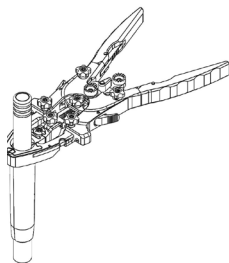

Figure 8
- Faites glisser les lames de l'écarteur autour de l'**introduceur noir** (ML-0518), puis faites glisser l'écarteur sur le **dilatateur de 18 mm** (Figure 8). L'introduceur aidera à placer l'écarteur en douceur sur le **dilatateur de 18 mm**. Une fois les lames engagées sur le **dilatateur de 18 mm**, l'**introduceur noir** peut être enlevé.